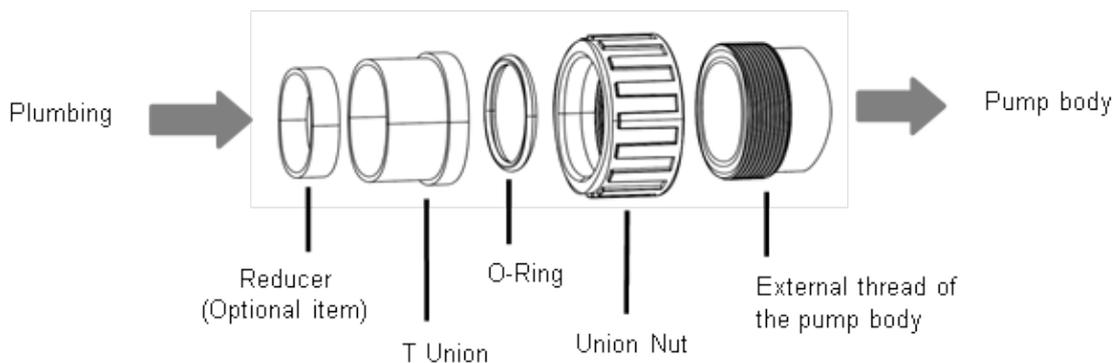

Рисунок 3 – Комплект соединений
- 3) Используйте комплект соединений (UNION KIT), поставляемый производителем насоса (см. Рисунок 3). Не используйте другие фитинги для подключения входа/выхода насоса, так как несовместимость фитингов может привести к повреждению корпуса насоса..